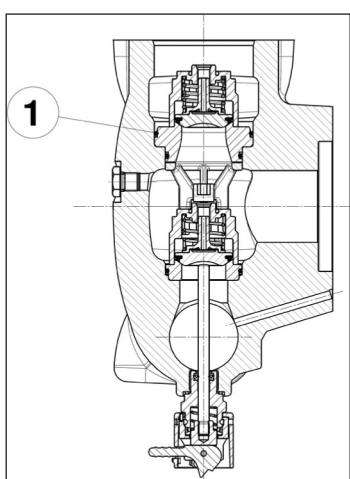

Fig. 101
Prestare particolare attenzione all'inserimento dell'O-ring indicato in pos. ①, Fig. 101.